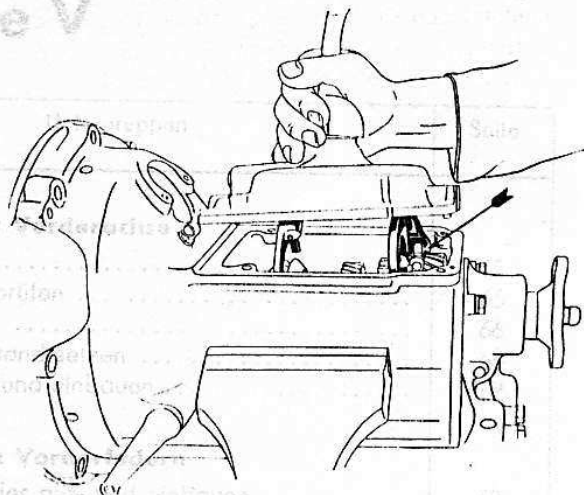

Bild 129
18. Schaltdeckel (in Leerlaufstellung) aufsetzen, darauf achten, daß die Schaltgabeln in die zugehörigen Führungsnuten eingreifen (Bild 129).